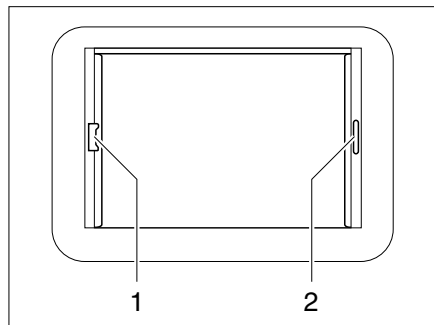

Bild 53 Heki-Dachhaube, Rollo-Verriegelung
- Faltverdunklung am Griff (Bild 53,2) ausziehen und an gewünschter Position loslassen. Die Faltverdunklung bleibt in dieser Position stehen.
- Insektenschutzrollo am Griff (Bild 53,1) zum gegenüberliegenden Griff der Faltverdunklung (Bild 53,2) ziehen und einrasten lassen.
- Griff des Insektenschutzrollos hinten nach oben drücken und Insektenschutzrollo an der Faltverdunklung (Bild 53,2) aushängen.